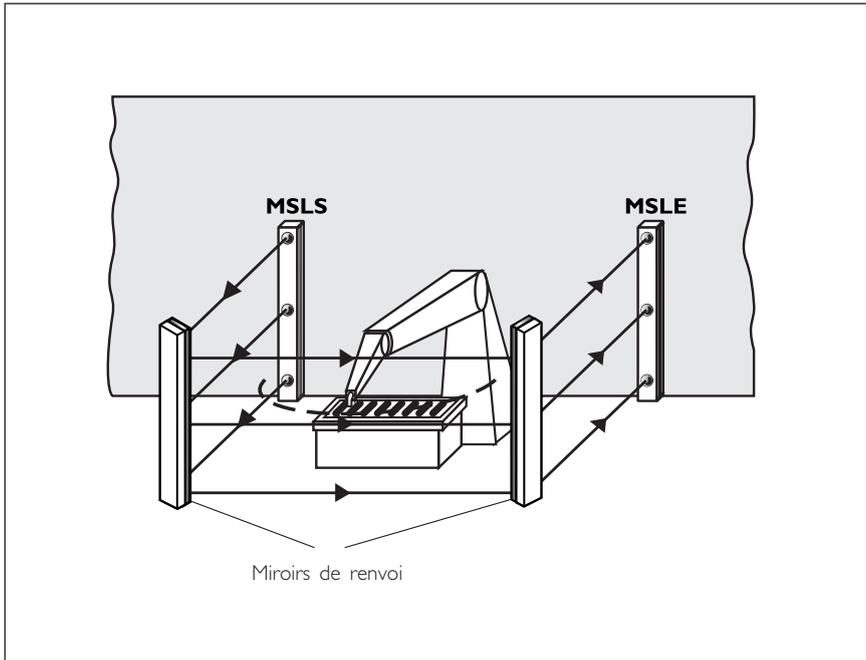

Figure 3. Barrière immatérielle de sécurité à trois faisceaux MSL utilisée en protection périmétrique d'un robot
- ▶ Protection périmétrique de zones robotisées (figure 3), d'installations automatiques d'empilage/dépilage, de palettiseurs, de paveurs.